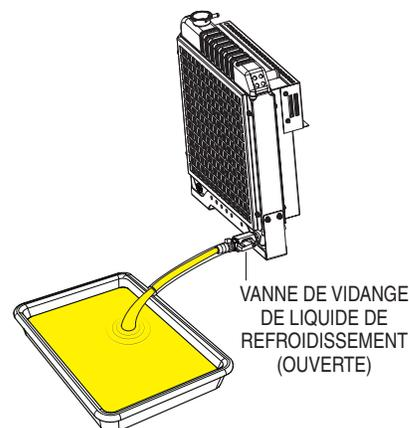

Figure 59. Vidange du liquide de refroidissement du moteur
- Placez le robinet de vidange du liquide de refroidissement en position **ouverte** (Figure 59) et laissez le liquide de refroidissement s'écouler dans un récipient approprié.